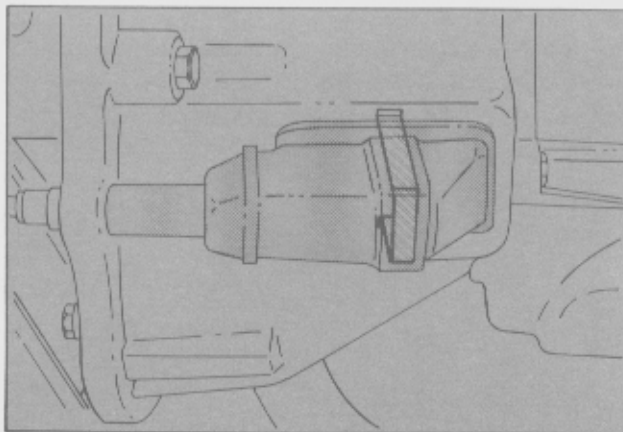

Fig. 6
- Instalar el cubrepolvo de la palanca de desembrague (Fig. 6).